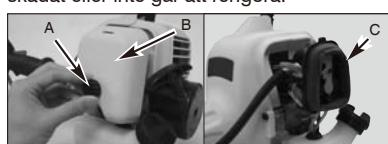

Fig. 16
1. Ta bort knappen (A) som håller luftfilterkåpan på plats, avlägsna kåpan (B) och lyft ut filtret (C) ur utrymmet (Fig.16).